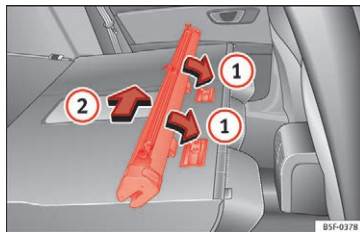

Fig. 169 Montering af netskillevæg på bagsæderyglæn
- Placer huset til netskillevæggen i holderne i pilens retning » Fig. 169 ①.
- Pres huset helt mod venstre i pilens retning » Fig. 169 ② i bilen.
- Træk huset til netskillevæggen ca. 5 cm modsat pilens retning » Fig. 169 ②.
• Træk huset til netskillevæggen ud af holderne ved at trække det modsat pilens retning »» Fig. 169 ①.